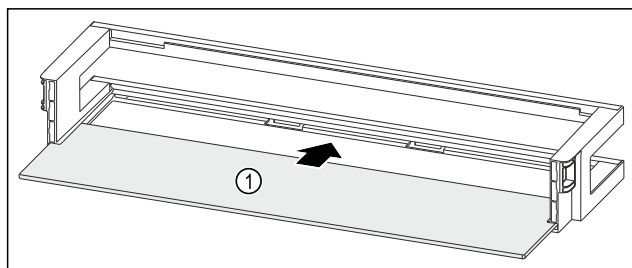

Fig. 164 Рафт на врата с рафт
- Вкарайте рафта Fig. 164 (1) в страничните прорези.